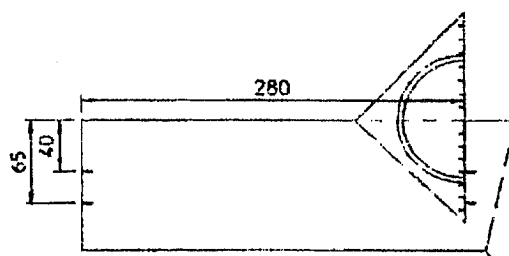

FIGURE 2
* Dessiner les contours de l'aile sur la planchette de balsa de 2,5 mm : mesurer 280 mm le long du long côté de la planchette et tracer une marque au crayon. Tracer également des marques à 40 et 65 mm le long du côté court de la planchette. Positionner l'équerre sur la planchette avec l'hypoténuse à la marque des 280 mm (voir figure 2).